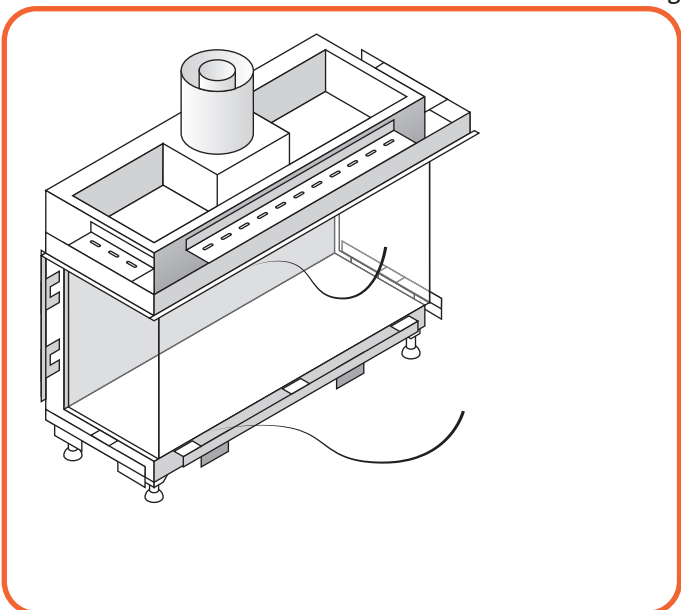

Abb. 9.6 Entfernen der Gurte
- Lösen Sie die Gurte die die Scheibe halten (Abbildung 9.6).